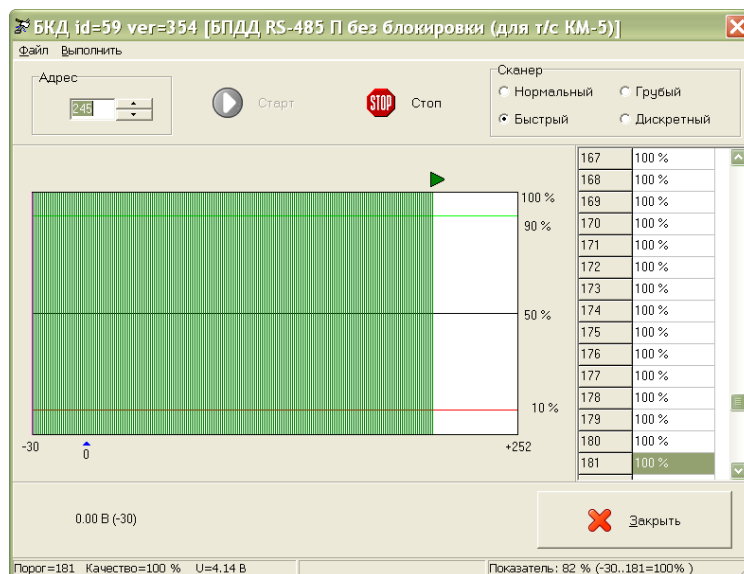

Рисунок 13 - Качество связи в ИПЛ
5) Проверить качество связи в ИПЛ между контроллером и адресным устройством (рисунок 13). Для исправного контроллера качество связи должно быть 100 % на всем диапазоне порогов приема ИПЛ.